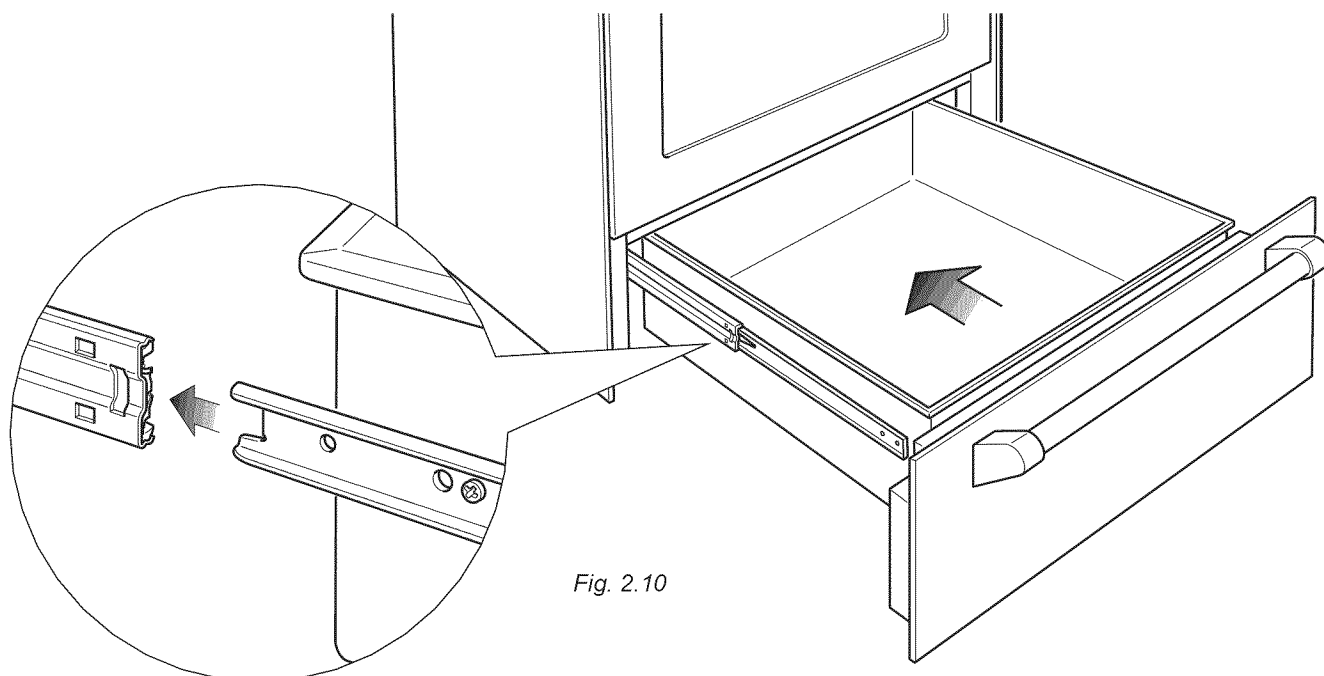

Fig. 2.10
1. Insérez les glissières du tiroir dans les glissières de la cuisinière (fig. 2.10).